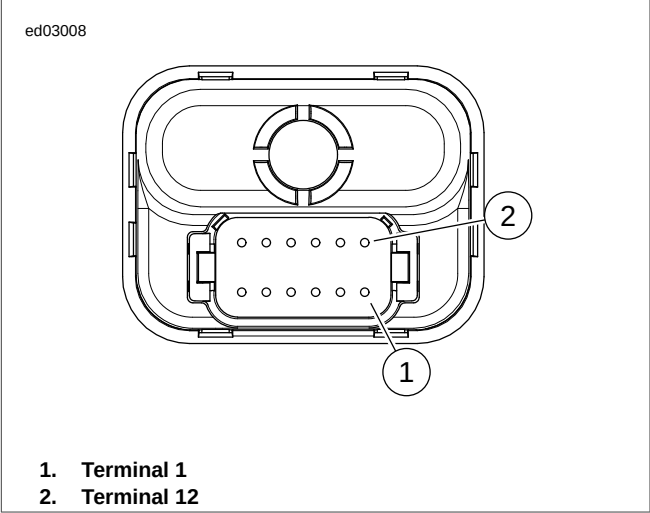

Figura E-11. Patillas del conector del TSM/TSSM
3. Vea Figura E-11. Presione los pestillos en el conector del arnés [30B].
1. Vea Figura E-11. Presione los pestillos en el conector [30B].